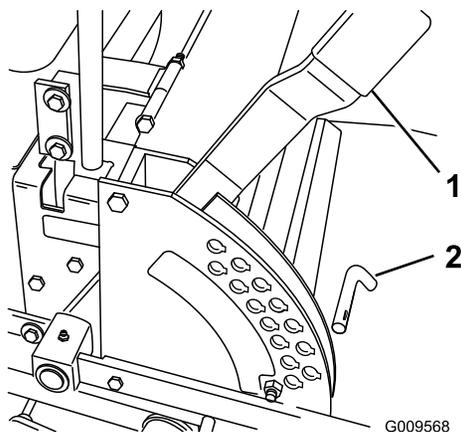

Figura 19
1. Alzate la leva dell'altezza di taglio in posizione di trasporto (anche la posizione di TRASFERIMENTO 127 mm dell'altezza di taglio) (Figura 19).
2. Per regolare, spostate il perno dalla staffa dell'altezza di taglio (Figura 19).
3. Nella staffa dell'altezza di taglio scegliete un foro corrispondente all'altezza richiesta, ed inserite il perno (Figura 19).